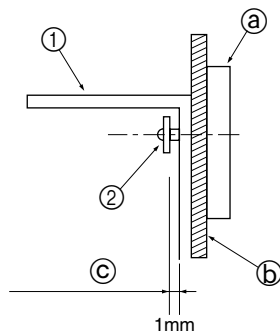

Fig. 3-4
- In primo luogo, montare la staffa sulla parete e serrare quindi le viti in modo che la staffa stessa possa muoversi verso l'alto e verso il basso. (Fig. 3-4)
① Staffa di protezione contro il ribaltamento
② Vite di mascheratura
③ Fascia ornamentale
④ Materiale di superficie della parete
⑤ Spazio di circa 1 mm